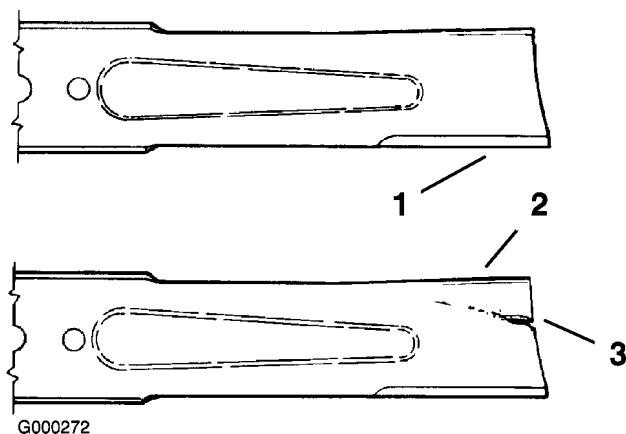

Figura 81
1. Inspeccione los filos de corte (Figura 81). Si los bordes no están afilados o tienen muescas, retire las cuchillas y afílelas. Consulte Afilado de las cuchillas.
2. Inspeccione las cuchillas, especialmente la parte curva (Figura 81). Si observa daños, desgaste o la formación de una ranura en esta zona (Figura 81), instale inmediatamente una cuchilla nueva.